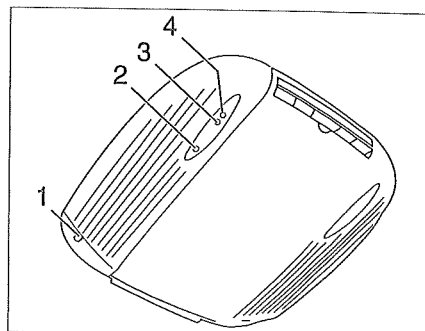
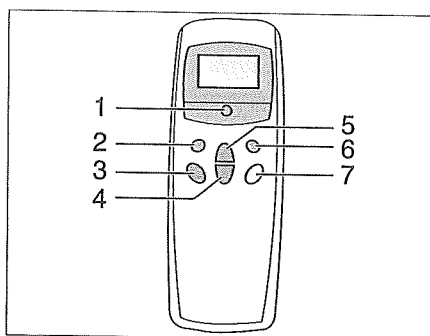

Bild 116 Innervy
Bild 117 Fjärrstyrning
Klimatanläggningen är monterad på fordonets tak. Fjärrstyrningen (Bild 117) för klimatanläggningen finns i köket.
- Anslut fordonet till 230 V-försörjningen. Klimatanläggningen är driftklar. Den röda lysdioden (Bild 116,2) lyser.
- Slå på fjärrstyrningen på brytare (Bild 117,5).
- Ställ in önskat driftläge med knappen (Bild 117,1). Den gröna kontrollampan (Bild 116,3) visar kyldriften, den röda kontrollampan (Bild 116,4) värmedriften.
- Ställ in önskad blåseffekt och rumstemperatur med knapparna (Bild 117,3 och 4) vid behov.
- Tryck på knappen (Bild 117,5) på fjärrstyrningen igen.